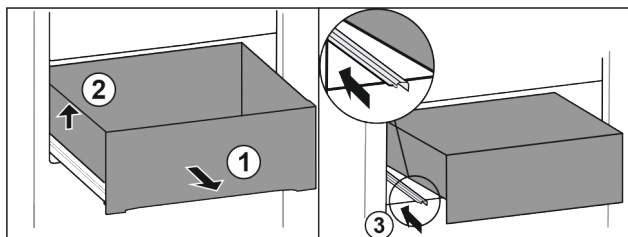

Fig. 92
- ▶ Vytáhněte zásuvku až na doraz. Fig. 92 (1)
- ▶ Nadzvedněte zásuvku vlevo. Fig. 92 (2)
- ▶ Zasuňte levou kolejničku. Fig. 92 (3)